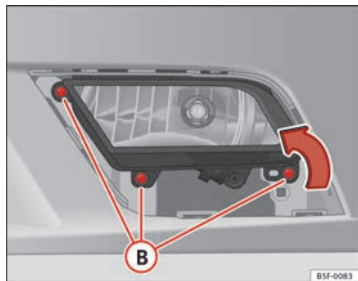

Fig. 147 Projecteur antibrouillard
- Retirez les vis (3x) ⇒ fig. 147 **B** pour retirer le projecteur antibrouillard.